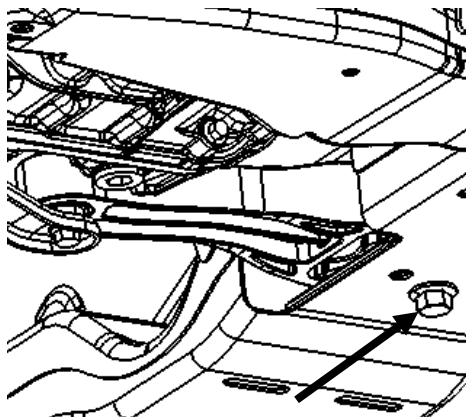

图 3
2.2.1 将动力总成后悬置支座用螺栓安装到前副车架上，如图 3 所示。
2.3.1 将动力总成后悬置支座与前副车架连接的 1 个螺栓打紧力矩为 125 N.m（如图 3 所示）。